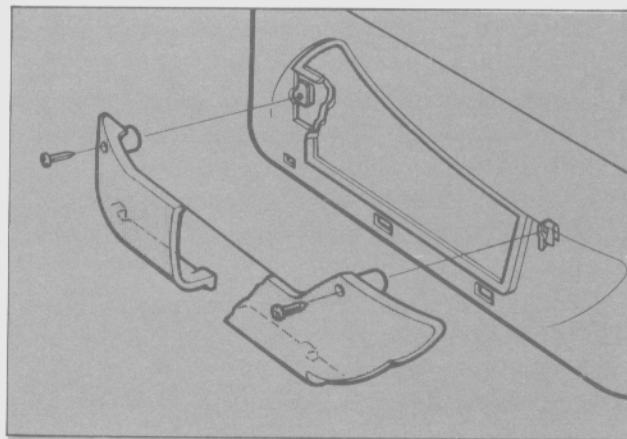

Fig. 1 - Sujeción del Panel portamapas
- Retirar el panel portamapas (puerta delantera) (Fig. 1).